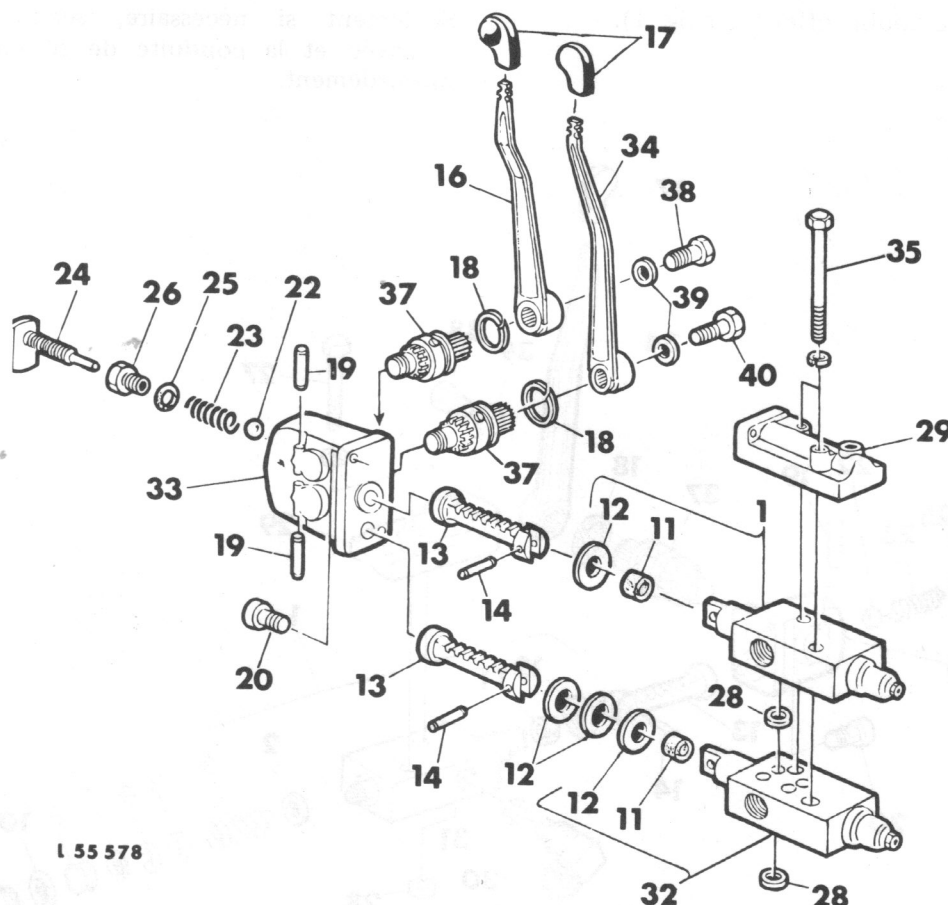

Fig. 3 — Vue éclatée de deux distributeurs de commande auxiliaire à simple effet
2. Deux distributeurs de commande auxiliaires à simple effet (voir fig. 3)
Ces différentes combinaisons sont possibles en partant de deux distributeurs de commande de base, dont les pièces, à l'exception du corps de distributeur, sont semblables entre elles. La différence entre les corps de distributeur est celle-ci: sur l'un des corps de distributeur, les canaux d'huile traversent (voir 32, fig. 3 et 4), tandis que sur l'autre modèle, un côté est fermé (voir 1, fig. 2 et 4).
Si le tracteur est équipé de deux distributeurs de commande auxiliaires à simple effet, chacun d'eux comporte un arbre à pignon 37 et une crémaillère 13, les dents des crémaillères étant orientées dans le même sens. Le chapeau 33 et le couvercle 29 sont communs (voir fig. 3). Les canaux d'huile du distributeur inférieur traversent, tandis que ceux du distributeur supérieur sont fermés d'un côté.
Sur le distributeur dont la crémaillère est placée dans l'orifice ne comportant pas d'entrée du chapeau 15 ou 33, monter deux rondelles 12 (voir fig. 3).